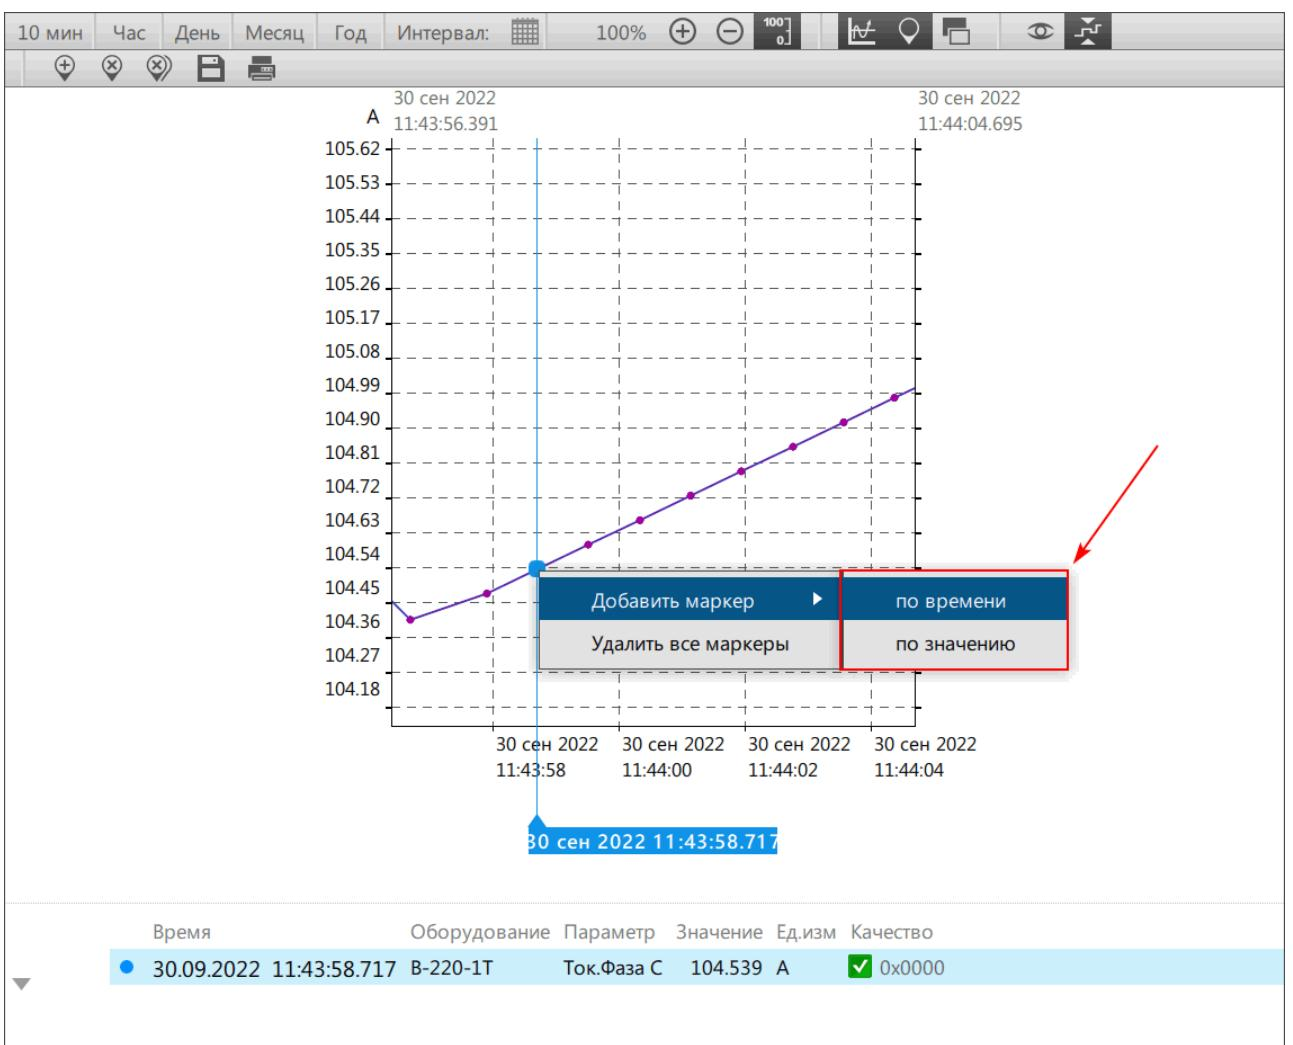

Рисунок 95 - Добавить маркер
3. Выберите **Добавить маркер → по времени / по значению** (Рисунок 95).